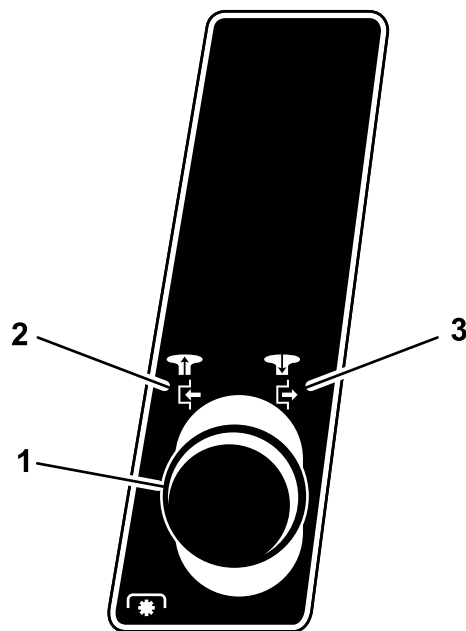

Bild 5
2. Ziehen Sie das ZWA-Handrad heraus in die Ausgekuppelt-Stellung (Bild 5).
2. Drücken Sie das Zapfwellenantriebshandrad (ZWA) rein in die Auskuppeln-Stellung Bild 5).